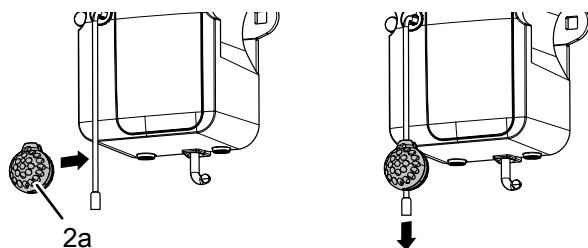

Fig. 10: Anular la protección antirrobo
Sujete el cable en espiral (25) verticalmente como se muestra en la fig. 10. El estiramiento máximo del cable conducido horizontalmente no debe ser superior al triple de su longitud original. Colocar la abrazadera de cable (22) en el punto del codo. Mantenga la abrazadera de cable (22) contra la pared y haga la marca. Perfore el agujero, coloque el taco (20) y atornille la abrazadera de cable (22) con el tornillo (12).